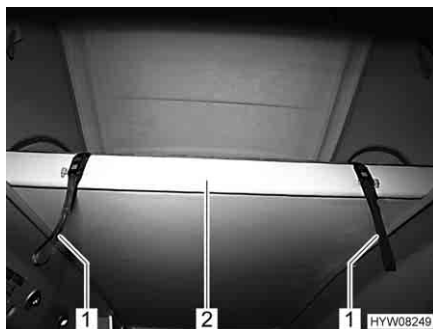

Fig. 21 Superficie utile ribaltabile
- Se la superficie utile ribaltabile è ribaltata verso l'alto: Tirare la superficie utile (Fig. 21,2) verso il basso utilizzando la cinghia ausiliaria (Fig. 21,1).